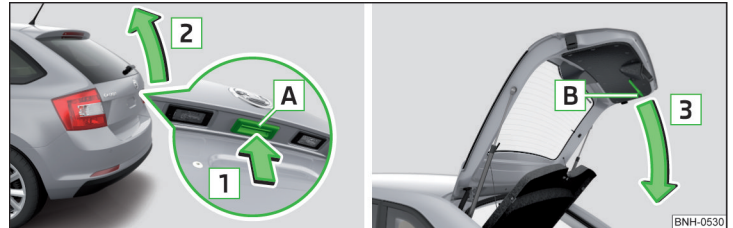

Abb. 53 Gepäckraumklappe öffnen/schließen
- ▶ Zum **Öffnen** die Taste  in Pfeilrichtung  drücken » Abb. 53.
Die Taste **[A]** » **Abb. 53** wird beim Anfahren bzw. ab einer Geschwindigkeit von mehr als 5 km/h deaktiviert. Nach dem Anhalten und Öffnen einer Tür wird die Taste wieder aktiviert.